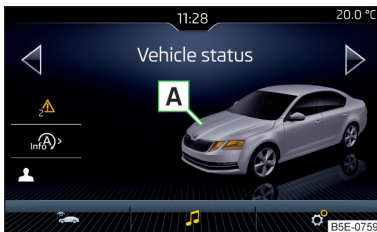

Abb. 43
**Funktionsflächen und Bildschirmanzeige** » Abb. 43